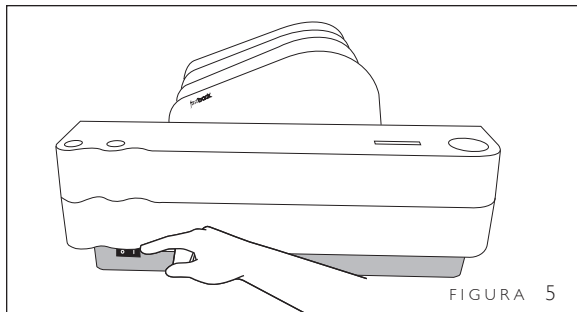

FIGURA 5
1. Accione el interruptor de encendido presionando "ON" (ENCENDIDO). El interruptor de encendido se encuentra en la parte inferior izquierda del frente de la encuadernadora (Figura 5). Una vez encendida, la encuadernadora de álbumes de fotos Fastback® Modelo 25 tarda aproximadamente diez minutos en calentarse.